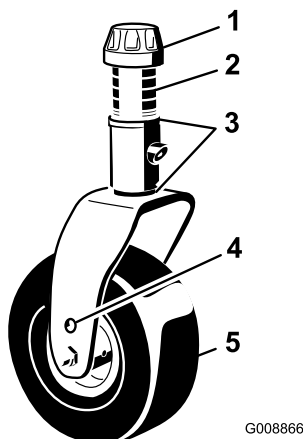

Рисунок 78
- Снимите колпачковую гайку с вала шпинделя и извлеките шпиндель из рычага поворотного колеса (Рисунок 78).